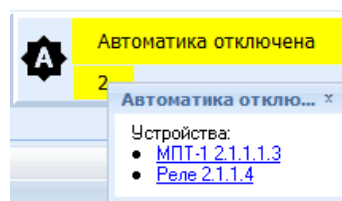

Рисунок 18.11
– **Счетчик состояний автоматики** – отображает количество устройств, находящихся в состоянии отключенной автоматики. Если щелкнуть по ячейке «Автоматика отключена», то откроется список устройств, находящихся в данном состоянии (рисунок 18.11).